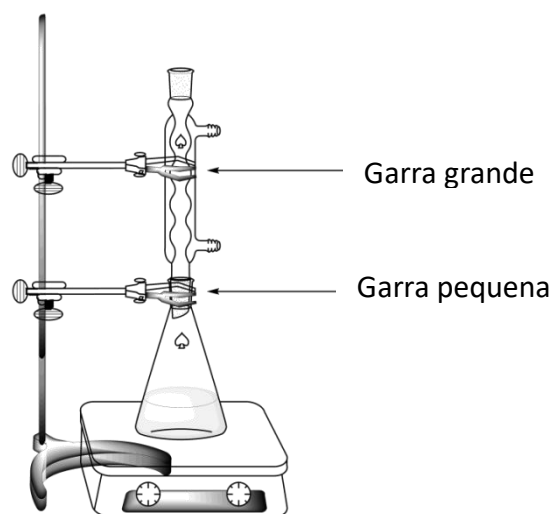

Figura 1. Montagem para aquecimento da mistura reacional sob refluxo
4. Monte o condensador de refluxo afrouxando a garra grande e ajuste a garra. (veja Figura 1). **Levante** seu cartão HELP. Um assistente de laboratório virá para ligar a água e ajustar a placa de aquecimento.
aquecimento a refluxo (ver Figura 1). **Levante** seu cartão HELP. Um assistente de laboratório virá para ligar a água e ajustar a placa de aquecimento. **Adicione** o solvente pelo topo do condensador.